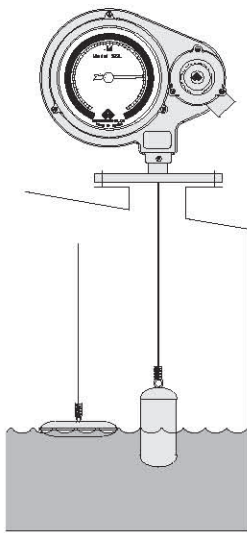

Fig.2
- 1) Fig. 2와 같이 Tank에 설치하여 사용한다.
- 1) Install it to tank like fig.2